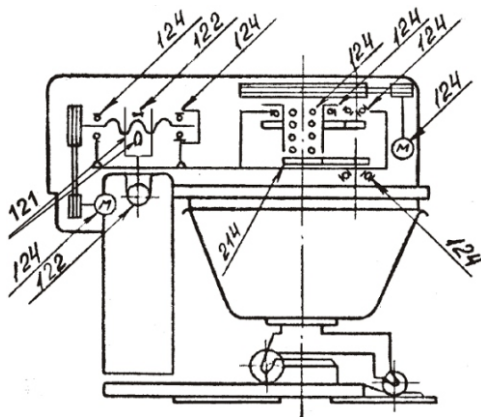

Рисунок 4 - Карта смазки
2.3.2. Проверить наличие смазки в подшипниках в соответствии с картой смазки (см. рисунок 4), при необходимости смазать.
3.1.2. Смазку узлов тестомеса производить в соответствии с картой смазки (см. рис. 4)